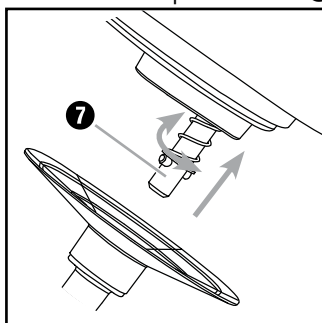

Bild 1 Montera tillbehör
- 2) Sätt in blandarskålen ⑥ så att låsningarna på blandarskålen ⑥ griper fast i skåran på sockeln ⑤. Vrid blandarskålen ⑥ medsols (se symbolerna  och  på sockeln ⑤) så att den låser fast ordentligt.
- 3) Välj ett lämpligt tillbehör ⑩ ⑪ ⑫:
- Ballongvispen ⑪ för att vispa grädde.
- Grovvispen ⑫ för att röra ihop smet.
- Degkroken ⑩ för att knåda kompaktare degar, t ex jäsdeg.
- 4) Beroende på vad du ska göra monterar du degkroken ⑩, ballong- ⑪ eller grovvispen ⑫ på drivaxeln ⑦ (Bild 1) :